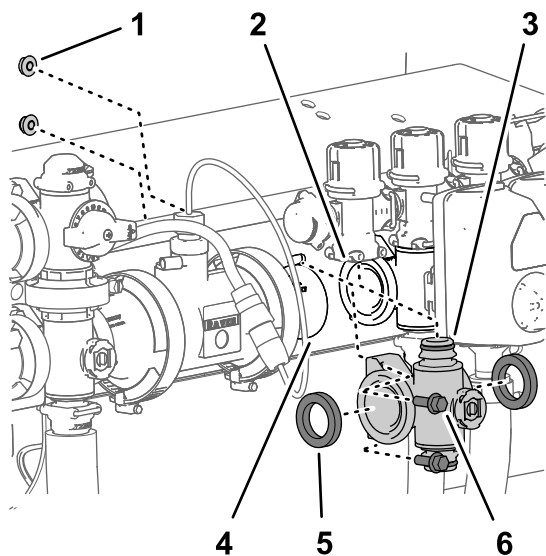
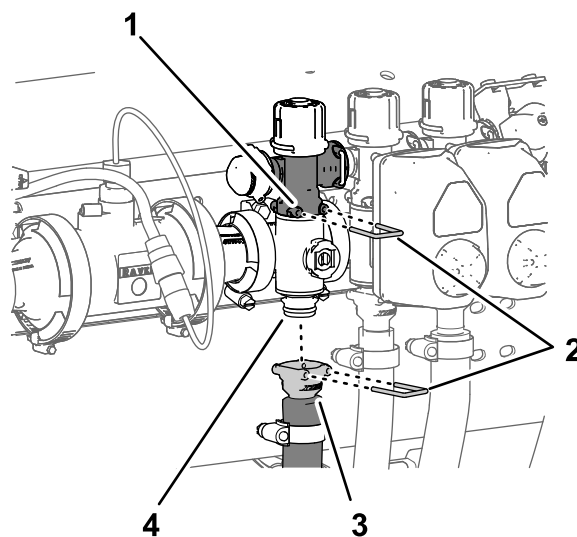

Figura 115
Figura 116
1. Alinee las 2 juntas que retiró en Retirada de la válvula del distribuidor de sección \(página 82\) con las bridas del distribuidor de la válvula de sección (Figura 115).
2. Alinee la brida del distribuidor de la válvula de sección entre las bridas de las otras válvulas de sección y/o los adaptadores de acoplamiento (Figura 115).
3. Conecte el acoplamiento rápido del distribuidor de la válvula de sección al acoplamiento rápido hembra de la válvula de desvío de sección con una grapa (Figura 115 y Figura 116).
(Figura 115) con los 2 pernos con arandela prensada ($\frac{1}{4}$ " x $\frac{3}{4}$ ") y las 2 contratuercas prensadas ($\frac{1}{4}$ ") que retiró en Retirada de la válvula del distribuidor de sección (página 82).
8. Monte el acoplamiento rápido de la manguera de sección en el acoplamiento rápido del distribuidor de la válvula de sección con la grapa (Figura 116).